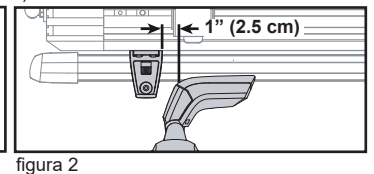

figura 2
- No instale los accesorios de montaje a más de 25 mm (1 pulg.) de la cara exterior de la torre (consulte la figura 2).